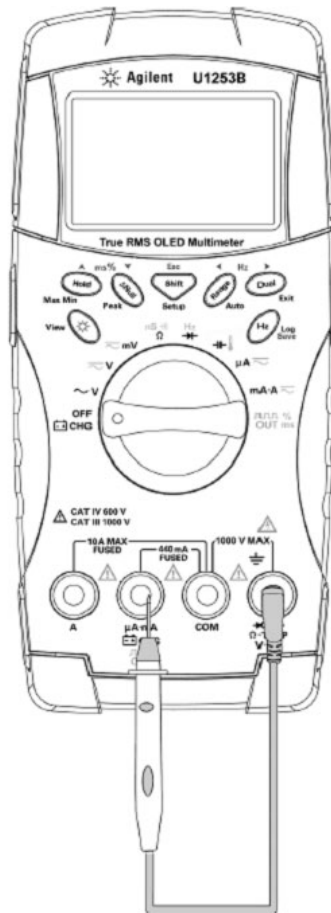

Рис. 5-8 Процедура проверки состояния предохранителей
3. Чтобы проверить предохранитель Fuse 1, вставьте наконечник пробника в правую половину гнезда $\Omega \cdot T$ $V \cdot mV$ так, чтобы он касался металла внутри гнезда, как показано на рис. 5-8.